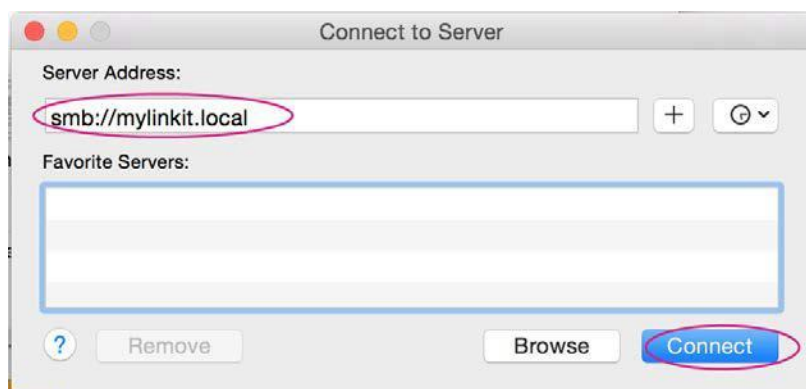

图 39 Mac 系统下连接 mylinkit.local 服务器
- 2) 在 server address 栏，输入 smb://mylinkit.local 并点击连接，如图 39 所示。